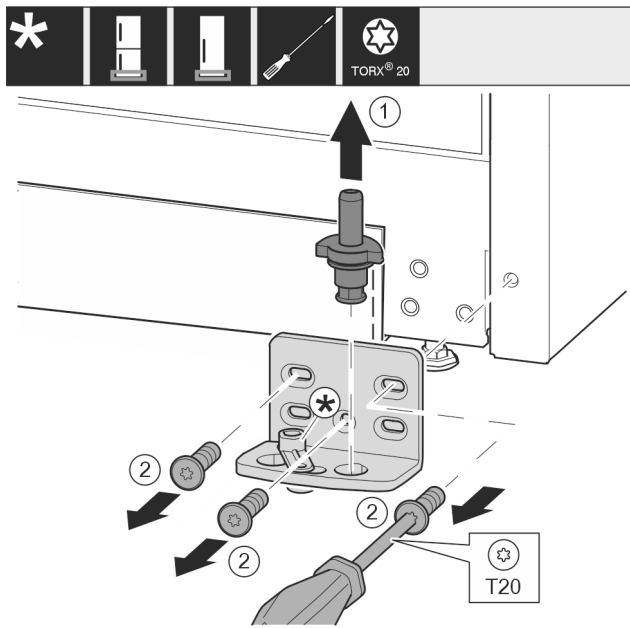

Fig. 18
- Ležajni sornik Fig. 18 (1) v celoti izvlecite v smeri navzgor.
- Odvijte vijake Fig. 18 (2) z izvijačem in snemite ležajni podstavek.